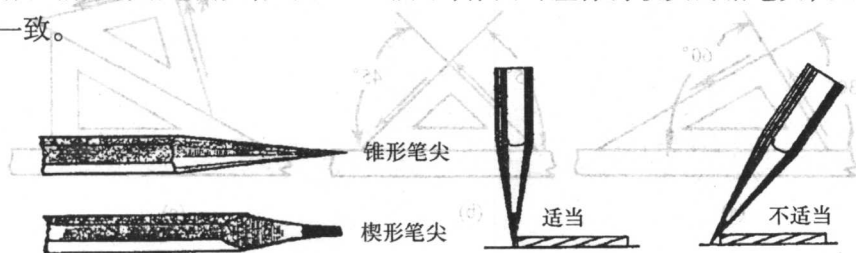

图 1-5 铅笔及其使用
1. 作图前要将铅笔削尖,如图 1-5 所示,作图时应保持较尖的铅笔头,以确保图线的均匀一致。